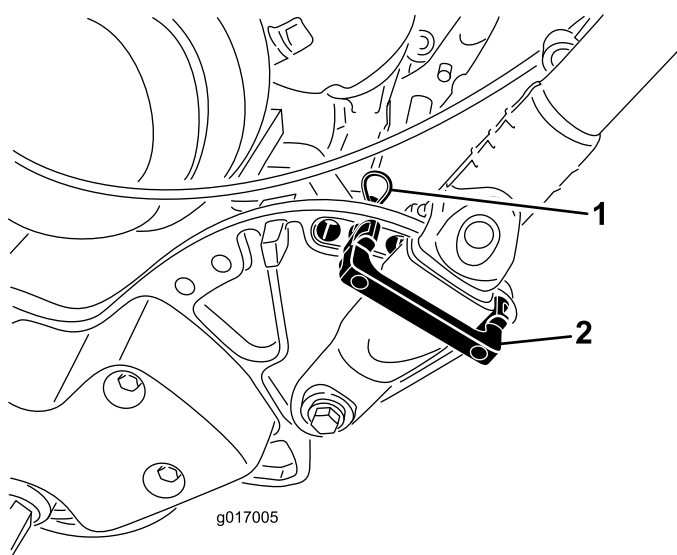

Рисунок 6
1. Поддерживая ручку, снимите кабельные хомуты, которые крепят зажимы ручки к боковым пластинам (Рисунок 6).
2. Поверните ручку в нужное рабочее положение, вставьте держатель ручки поверх зажима ручки и в соответствующие отверстия в боковой пластине (Рисунок 6).
3. Закрепите держатель на штатном месте с помощью шплинта (Рисунок 6).